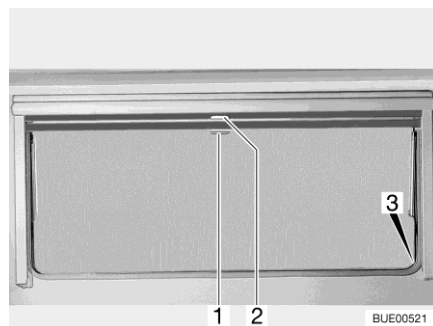

Bild 97 Ausstellfenster
- Verdunklungsrollo am Griff (Bild 97,2) nach unten ziehen. Wenn das Verdunklungsrollo ganz geschlossen wird, das Verdunklungsrollo auf beiden Seiten am Fensterrahmen in die Arretierung (Bild 97,3) einhängen.
- Wenn das Verdunklungsrollo vollständig geschlossen ist: Den Griff (Bild 97,2) nach unten drücken und den Griff dabei leicht nach innen ziehen. Das Verdunklungsrollo aus den Arretierungen links und rechts am Fensterrahmen aushängen.
- Wenn sich das Verdunklungsrollo in Zwischenposition befindet: Den Griff (Bild 97,2) leicht nach unten ziehen, bis sich die Arretierung gelöst hat.
- Insektenschutzrollo am Griff (Bild 97,1) nach unten ziehen und auf beiden Seiten am Fensterrahmen in die Arretierung (Bild 97,3) einhängen.
- Griff (Bild 97,1) nach unten drücken und den Griff dabei leicht nach innen ziehen. Das Insektenschutzrollo aus den Arretierungen links und rechts am Fensterrahmen aushängen.